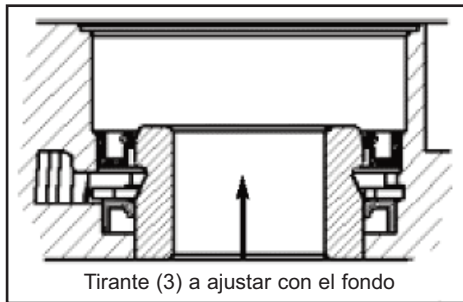

Figura 21
5. Introduzca el tirante (3) a partir del lado del rotor y atravesando las dos juntas hasta que esté nuevamente nivelada con la cara del fondo ; ver la figura 21.